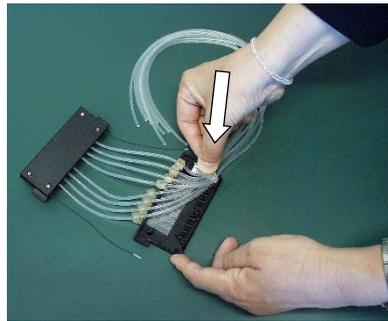

Figura 5-43. Colocación de la placa de datos de los tubos
8. Presione la placa de datos de los tubos en el lado derecho de la cubierta inferior de la pieza superior del casete dispensador (Figura 5-43).